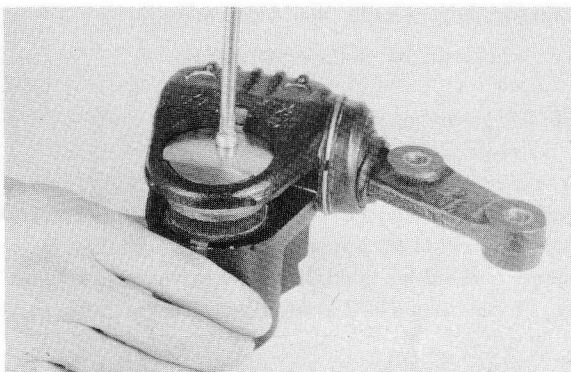

Fig. 3-3-39
- 1) Installera bromsbackarna på sina platser. (Se Fig. 3-3-39)
- 1) Bremseklodserne sættes på plads. (Fig. 3-3-39)